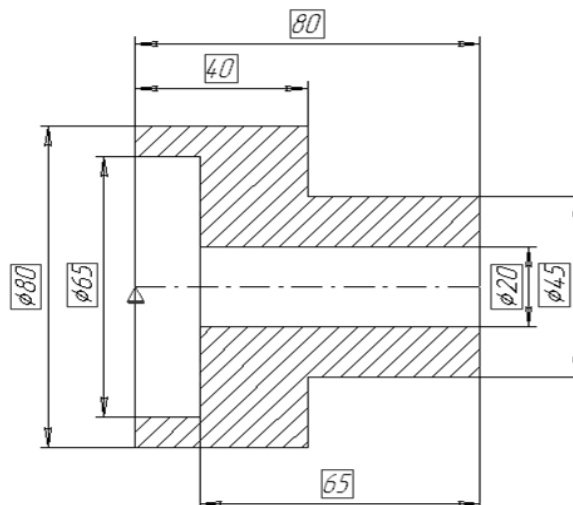

Рисунок 6.1 – Параметричне креслення «**Втулка**»
1. Побудову параметричної моделі найкраще робити у фрагменті, оскільки створюється типовий елемент, позбавлений елементів оформлення. Креслення базової деталі втулка показано на рис. 6.1. Створіть новий фрагмент і змістіть вліво локальну систему координат.